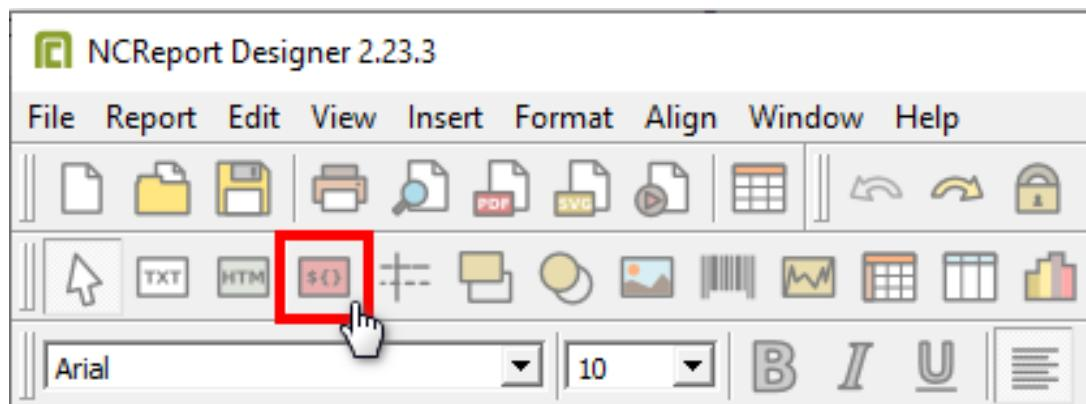

Рисунок 329 - Инструмент Field
- Выберите инструмент Field (Рисунок 329).